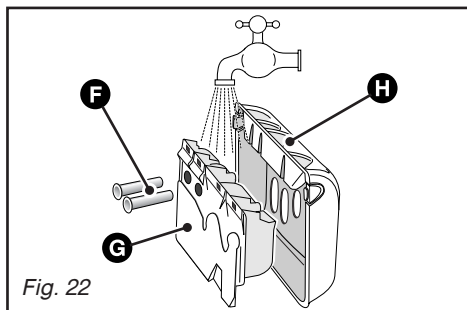

Fig. 22
- retirez les siphons **F** situés à l'arrière de la boîte **G** et séparez cette dernière de son enjoliveur avant **H** (Fig. 22)